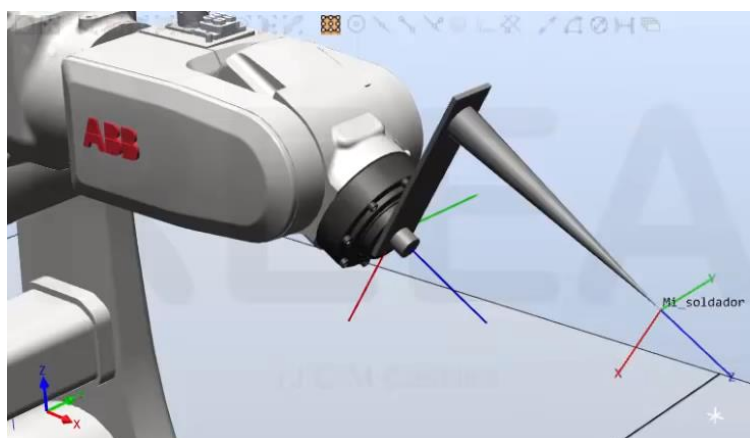

Figura 7. Herramienta estática de soldadura del ejercicio entregable 1
Antes de finalizar esta sección, consulta el manual del controlador ABB IRC5 (sección Programación y pruebas → Herramientas) y comprueba cómo se utilizan las **opciones adicionales para definir una herramienta** que aparecen en Movimiento → Herramienta → Editar → Definir (Figura 7). Las necesitas para realizar el ejercicio entregable.
Figura 7. Definición de una nueva herramienta utilizando diferentes reorientaciones de su TCP sobre un punto fijo marcado mediante una herramienta vertical estática acabada en punta.
1. Sigue los pasos vistos en los apartados anteriores y crea una nueva herramienta estática de soldadura similar a la que se observa en la Figura 7. Elige sus dimensiones para que su aspecto final parecido al de la figura (no hace falta que sea igual).